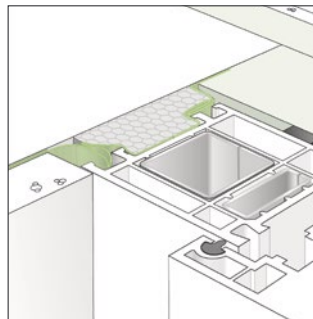

Bild 6: Befestigung der Folie innen wie Außenseite
- ME500TwinAktiv kann sowohl Innen als auch Außen verwendet werden (Bild 6).